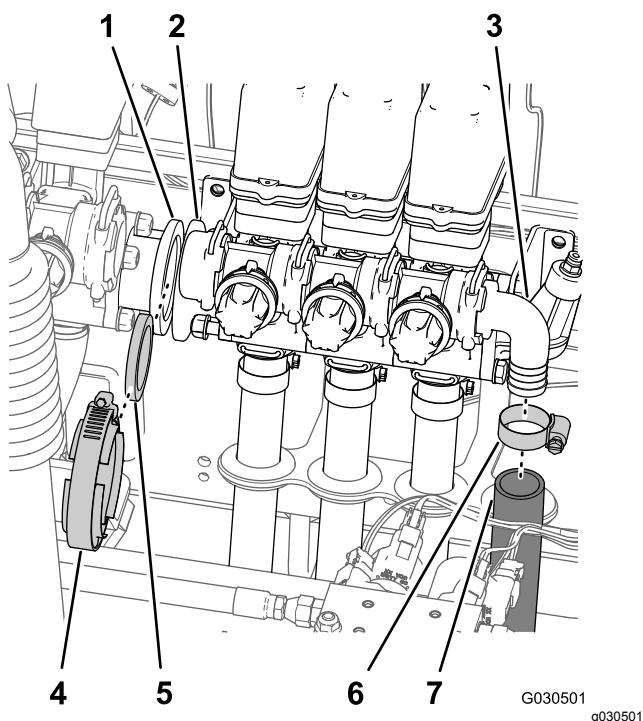

Bild 64
Sie den Schlauch vom Anschlussstück ab (Bild 64).
- Entfernen Sie die Flanschklammer und Dichtung, mit denen der Flanschadapter am Rührwerkventil und der Flanschadapter am linken Auslegerabschnittventil befestigt sind (Bild 64).